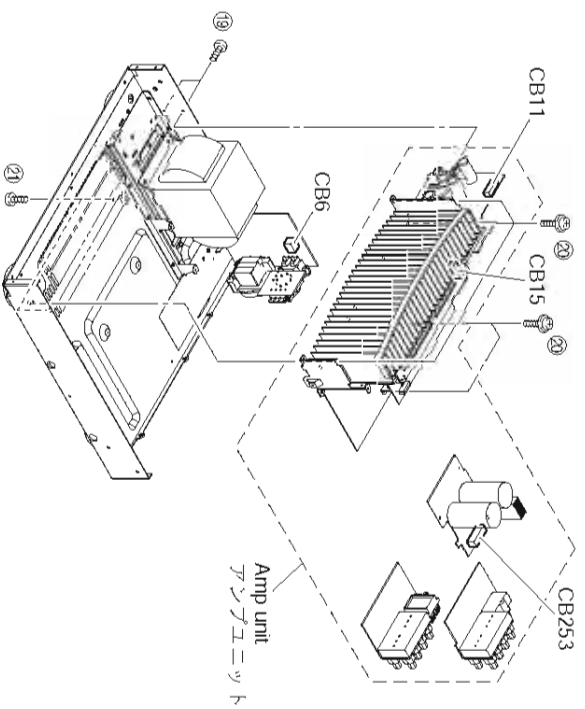

Fig. 10
- a. Remove 2 screws (19), 5 screws (20) and 2 screws (21). (Fig. 10)
- b. Remove CB6, CB11, CB15 and CB253. (Fig. 10)
- c. Remove the amp unit. (Fig. 10)
- a. ⑲のネジ2本、⑳のネジ5本、㉑のネジ2本を外します。(Fig. 10)
- b. CB6、CB11、CB15、CB253を外します。(Fig. 10)
- c. アンプユニットを取り外します。(Fig. 10)